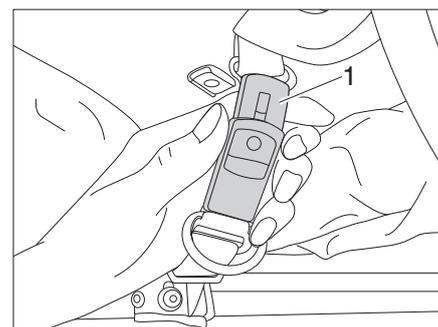

Fig. 17 Chiusura della cintura di sicurezza
- Chiudere le cinture di sicurezza (Fig. 17,1).